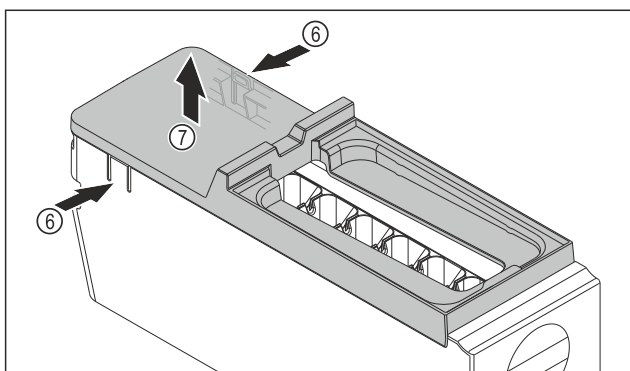

Fig. 97
- Wyjmowanie osłony korpusu EasyTwist-Ice: Docisnąć jedną ręką nakładki Fig. 97 (6) po obu stronach korpusu EasyTwist-Ice.
- Drugą ręką wyjąć osłonę Fig. 97 (7) ku górze.